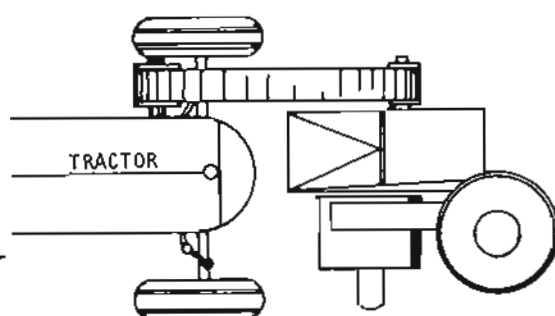

Fig. 1
- a Coloque el tractor bien alineado con la máquina (fig. 1).